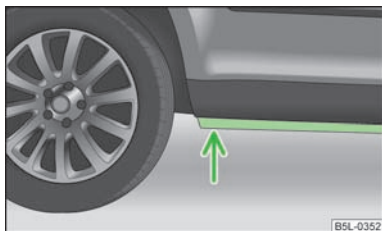

Fig. 111
- Determinar la profundidad del agua antes de un vadeo. El nivel del agua debe llegar como máximo al alma del larguero inferior » fig. 111;